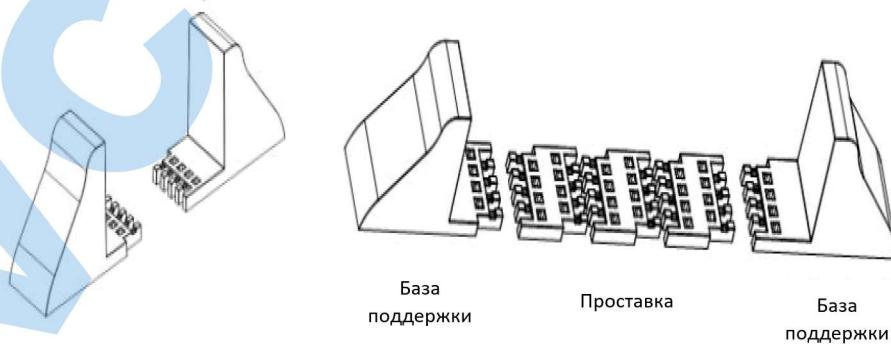

Рис. 3-1. Сборка поддерживающего основания.
1. Извлеките опорные основания и приставки, а затем установите приставки и опорные основания, как показано на Рис. 3-1. Для моделей ИБП тип (L) необходимо 4 базы поддержки, для стандартных моделей ИБП или батарейных шкафов необходимы 4 дополнительные распорки.